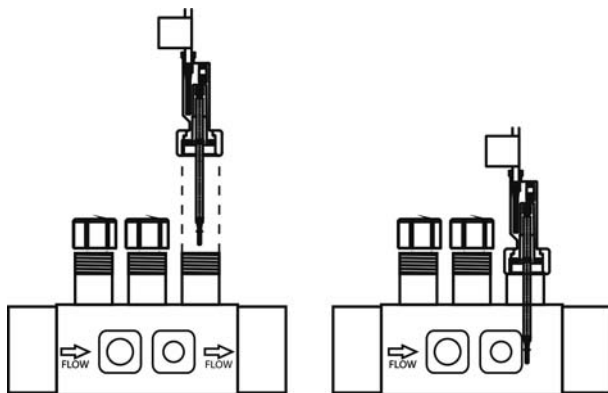

Fig. 10
2. Instalar el detector de flujo (interruptor flujo) suministrado siempre de forma vertical en el porta-sondas suministrados con el equipo (Fig. 10).